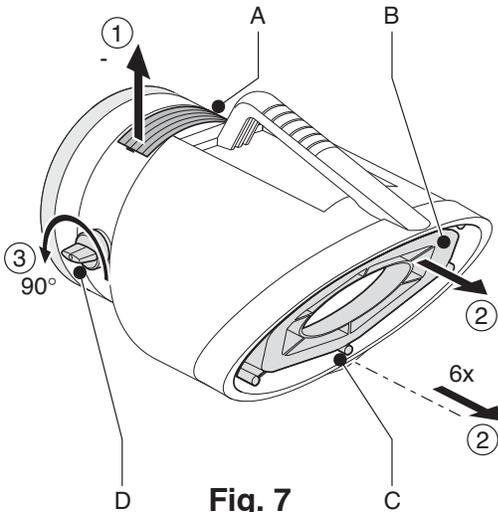
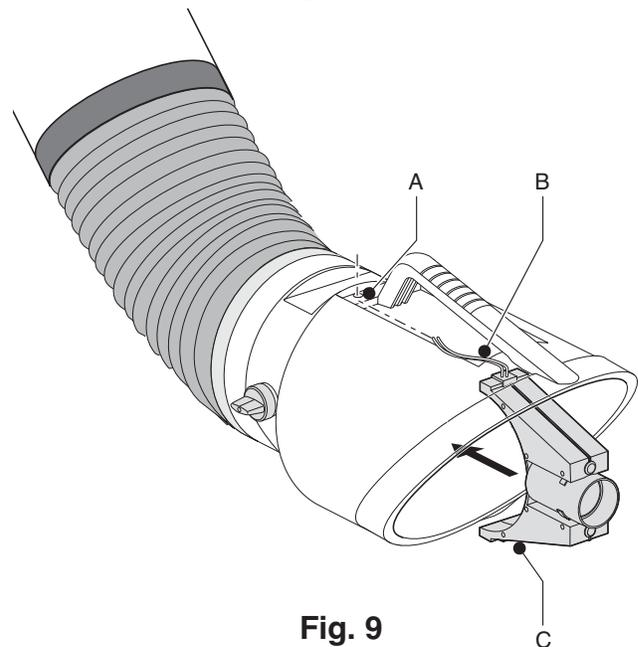

Fig. 7
Fig. 9
1. Faire sauter la plaque de fermeture (Figure 7, Point A) sur le dessus de la hotte au moyen d'un tournevis.
2. Retirer les six vis (Figure 7, Point C) et les aubes concentriques de circulation d'air (Figure 7, Point B).
3. Ouvrir le limiteur de débit d'air (Figure 7, Point D).
Alimenter la lampe (et les fils du détecteur, s'il est utilisé) au travers de l'orifice (Figure 9, Point A) sur le haut de la hotte ; pousser la patte supérieure du compartiment de la lampe sur sa position, puis faire enclencher la patte inférieure. Remonter les aubes concentriques d'air sur l'extrémité ouverte de la hotte, au moyen des six vis (Figure 7, Point C).